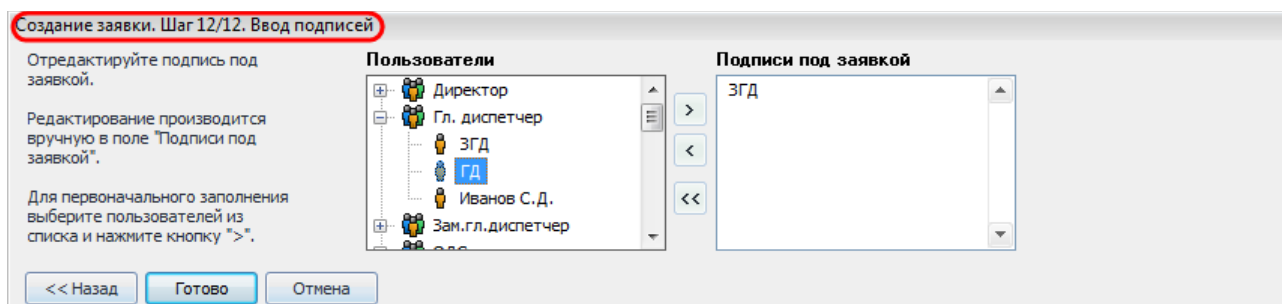

Рисунок 10.38 – Ввод подписи
- **«Шаг 12/12. Ввод подписей».** На данном шаге необходимо ввести подпись пользователя, подающего заявку (Рисунок 10.38). Пользователя можно выбрать из списка пользователей данного предприятия, либо ввести вручную (в случае создания заявки за «чужое» предприятие). Список формируется из пользователей, обладающих правом «Право последней подписи» или правом «Право подписи за службу». Для **пользователя предприятия-абонента** список формируется из действующих пользователей, обладающих правом «Подготовка заявки» и принадлежащих службам у которых в справочнике «Службы и пользователи | Интерфейс администратора» установлено ограничение по предприятию-абоненту. Для **пользователя текущего предприятия** на экземпляре список формируется из действующих пользователей, обладающих правом «Подготовка заявки» и принадлежащих службам у которых в справочнике «Службы и пользователи | Интерфейс администратора» НЕ установлено ограничение по предприятию-абоненту.